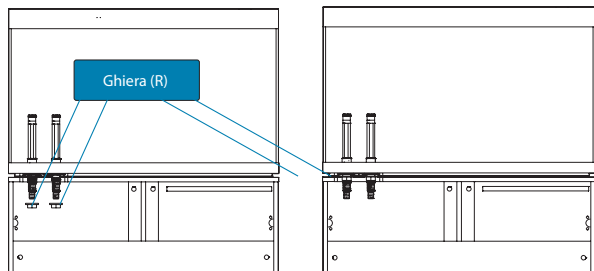
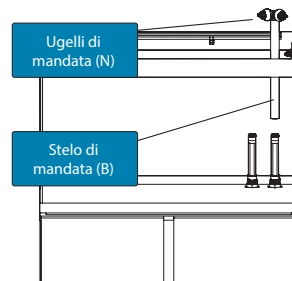

Fig. 3
Fig. 4
3. Aprire il mobiletto. Avvitare e stringere la ghiera (R) all'estremità inferiore del connettore (A) (Fig. 3).
4. Inserire l'ugello di mandata (N) in una delle estremità dello stelo di mandata (B).
5. Inserire lo stelo di mandata (B) sullo stelo connettore (A) (Fig. 4).
6. Regolare l'altezza degli ugelli di uscita in base alle esigenze, facendo scorrere lo stelo di mandata (B) lungo lo stelo connettore (A).
7. Gli ugelli di mandata (N) possono essere ruotati facilmente per dirigere il flusso dell'acqua dove desiderato.
3. Aprire il mobiletto. Avvitare e stringere la ghiera (R) all'estremità inferiore del secondo connettore (A) (Fig. 3).